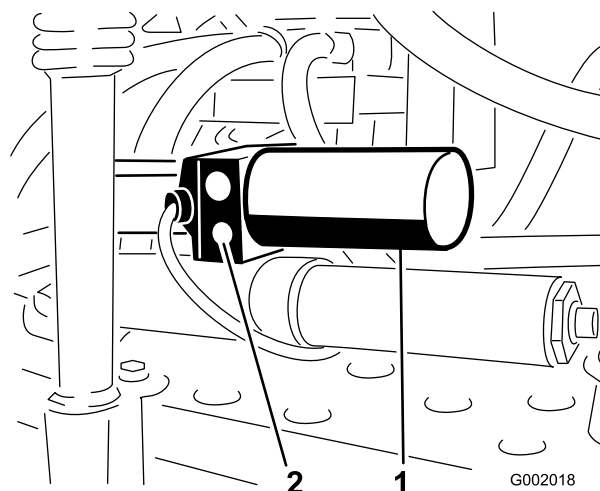

Figura 70
1. La valvola di sicurezza manuale è situata sull'attuatore di ogni barra. La valvola di sicurezza manuale è la valvola più piccola, che si trova solo su un lato del corpo dell'attuatore (Figura 70).